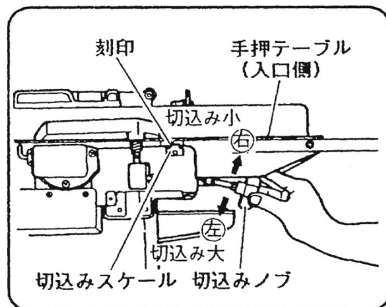

図 14
- (1) 手押テーブル（入口側）の刻印が示す切込みスケールの寸法が切込み量となります。
- (2) 切込みノブを (左) 方向にまわすと切込み量が多くなり、(右) 方向にまわすと切込み量が少なくなります。(図 14)